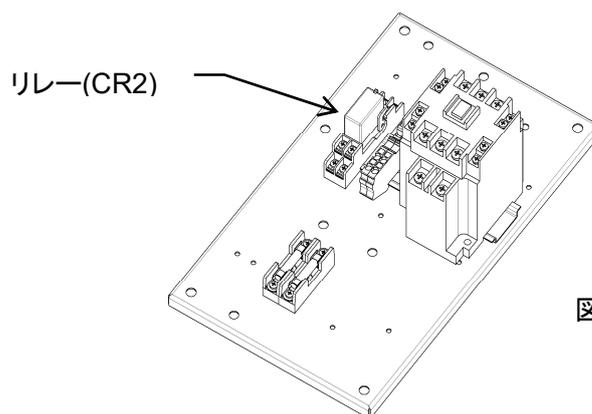

図8-16
(図8-16)
- ・ 排水弁の押し代調整をおこないます。(図8-16)
- ・ ⑱排水弁ロッド金具と⑳Uナットとのスキマが3mm になるようにナットを調整します。